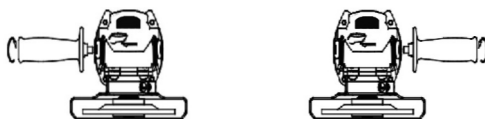

Fig. 2 – Montagem do punho auxiliar (à direita ou à esquerda)
1. Retire o punho auxiliar (5) girando-o em sentido anti-horário, Fig.2;
2. Coloque o punho auxiliar (5) do outro lado do equipamento.